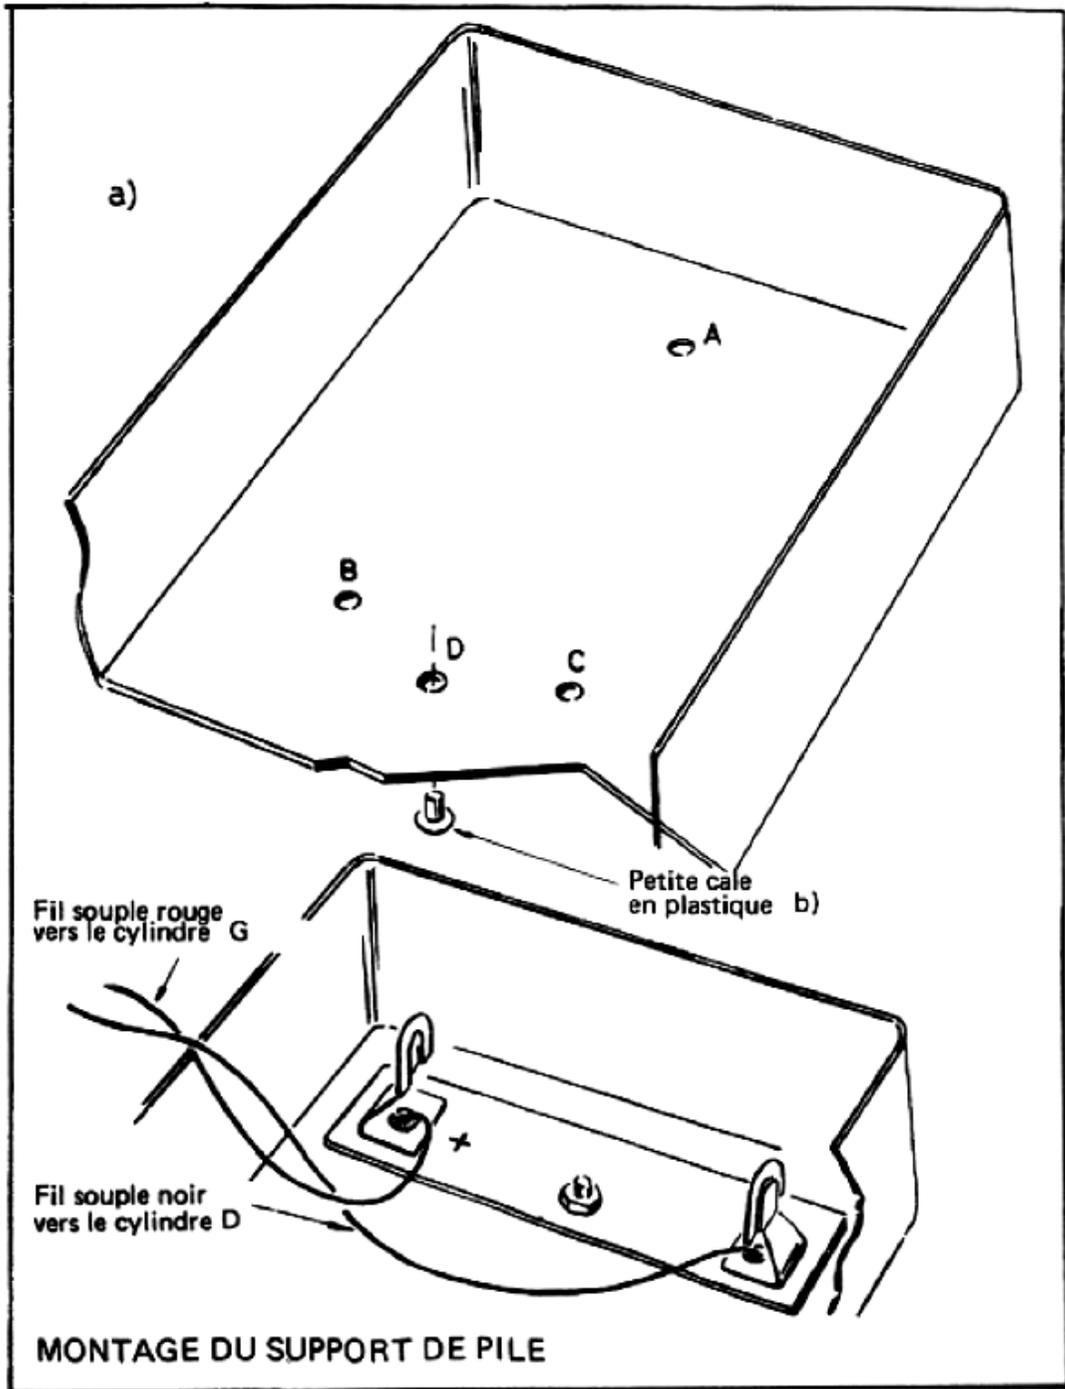

Figure 12
Quatre trous, marqués A, B, C, et D se trouvent sur le fond de la boîte (*figure 12 - a*).
f) Introduisez dans le trou A du côté extérieur de la boîte, une vis de 3 X 10 à tête plate ; serrez un écrou sur cette vis ; de cette manière, le support de pile sera bloqué ; la *figure 12 - b* montre la façon dont vous devez procéder